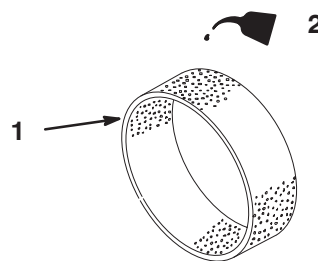

Bild 32
4. Gießen Sie etwas Öl (30 bis 60 ml) auf den Einsatz (Bild 32).